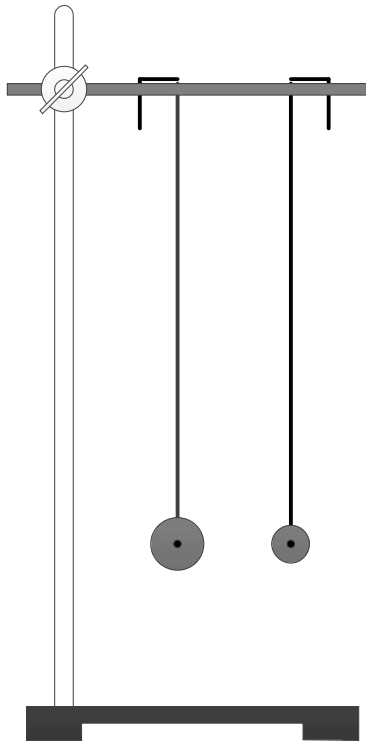

Рис. 7
1. Для демонстрації використовується установка, зображена на рис. 7.